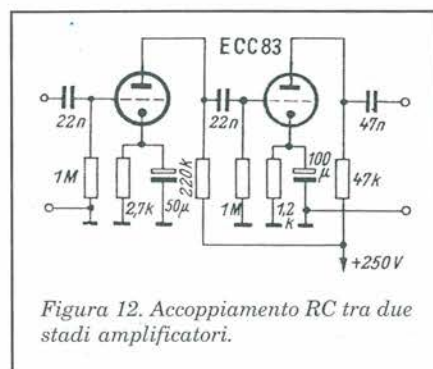

Figura 12. Accoppiamento RC tra due stadi amplificatori.
Il tipo di accoppiamento predominante è quello tra resistenza e capacità (RC), secondo quanto indicato in Figura 12.